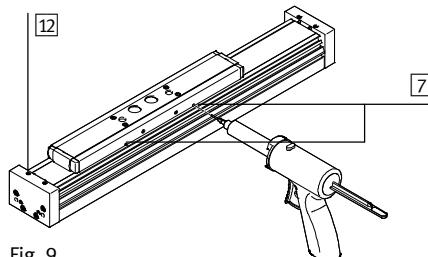

Fig. 9
- Schrauben **[12]** lösen (→ Fig. 9).